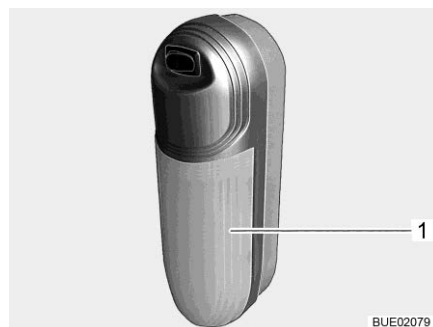

Fig. 167 Lampada a parete
- Sfilare la copertura trasparente (Fig. 167,1) dall'interruttore e rimuoverla.